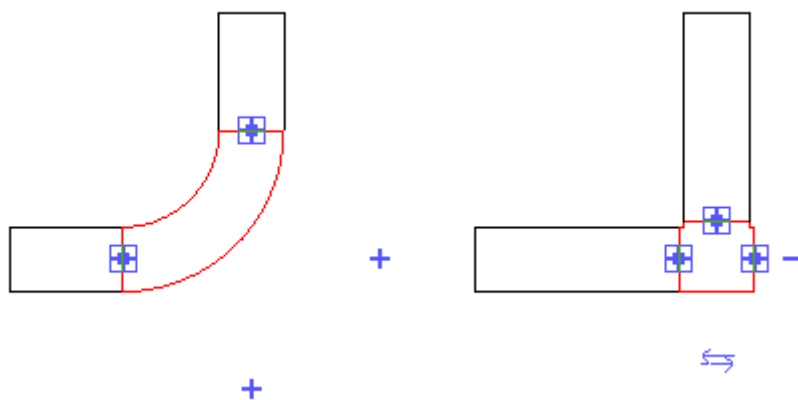
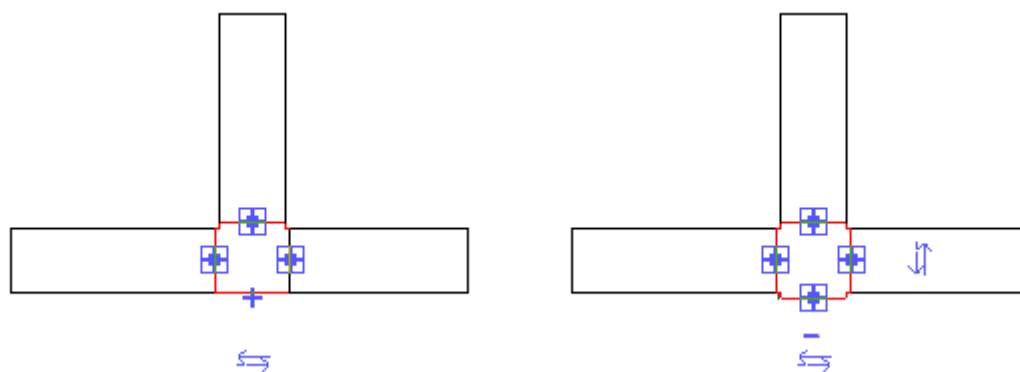

Рисунок 4.13. Добавление к отводу ответвления
Рисунок 4.14. Добавление к тройнику открытого конца для присоединения ответвления
2. Чтобы к отводу добавить ответвление, щелкните знак "плюс" (рисунок 4.13). В приведенном выше примере отвод заменяется более сложным фитингом – тройником. Если присоединить к открытому отводу тройника воздухопровод, на месте оставшегося потенциального отвода появляется знак "плюс", как показано на тройнике слева (рисунок 4.14).